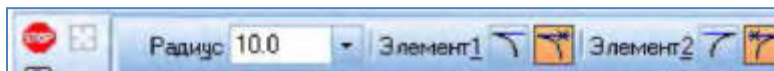

Рисунок 2.3 - Переключатели **Панели свойств**
- 3) в **Панели свойств** в соответствующем поле задать радиус сопряжения, задать соответствующие переключатели **Усекать** или **Не усекать** элементы 1 или 2 (рис. 2.3);